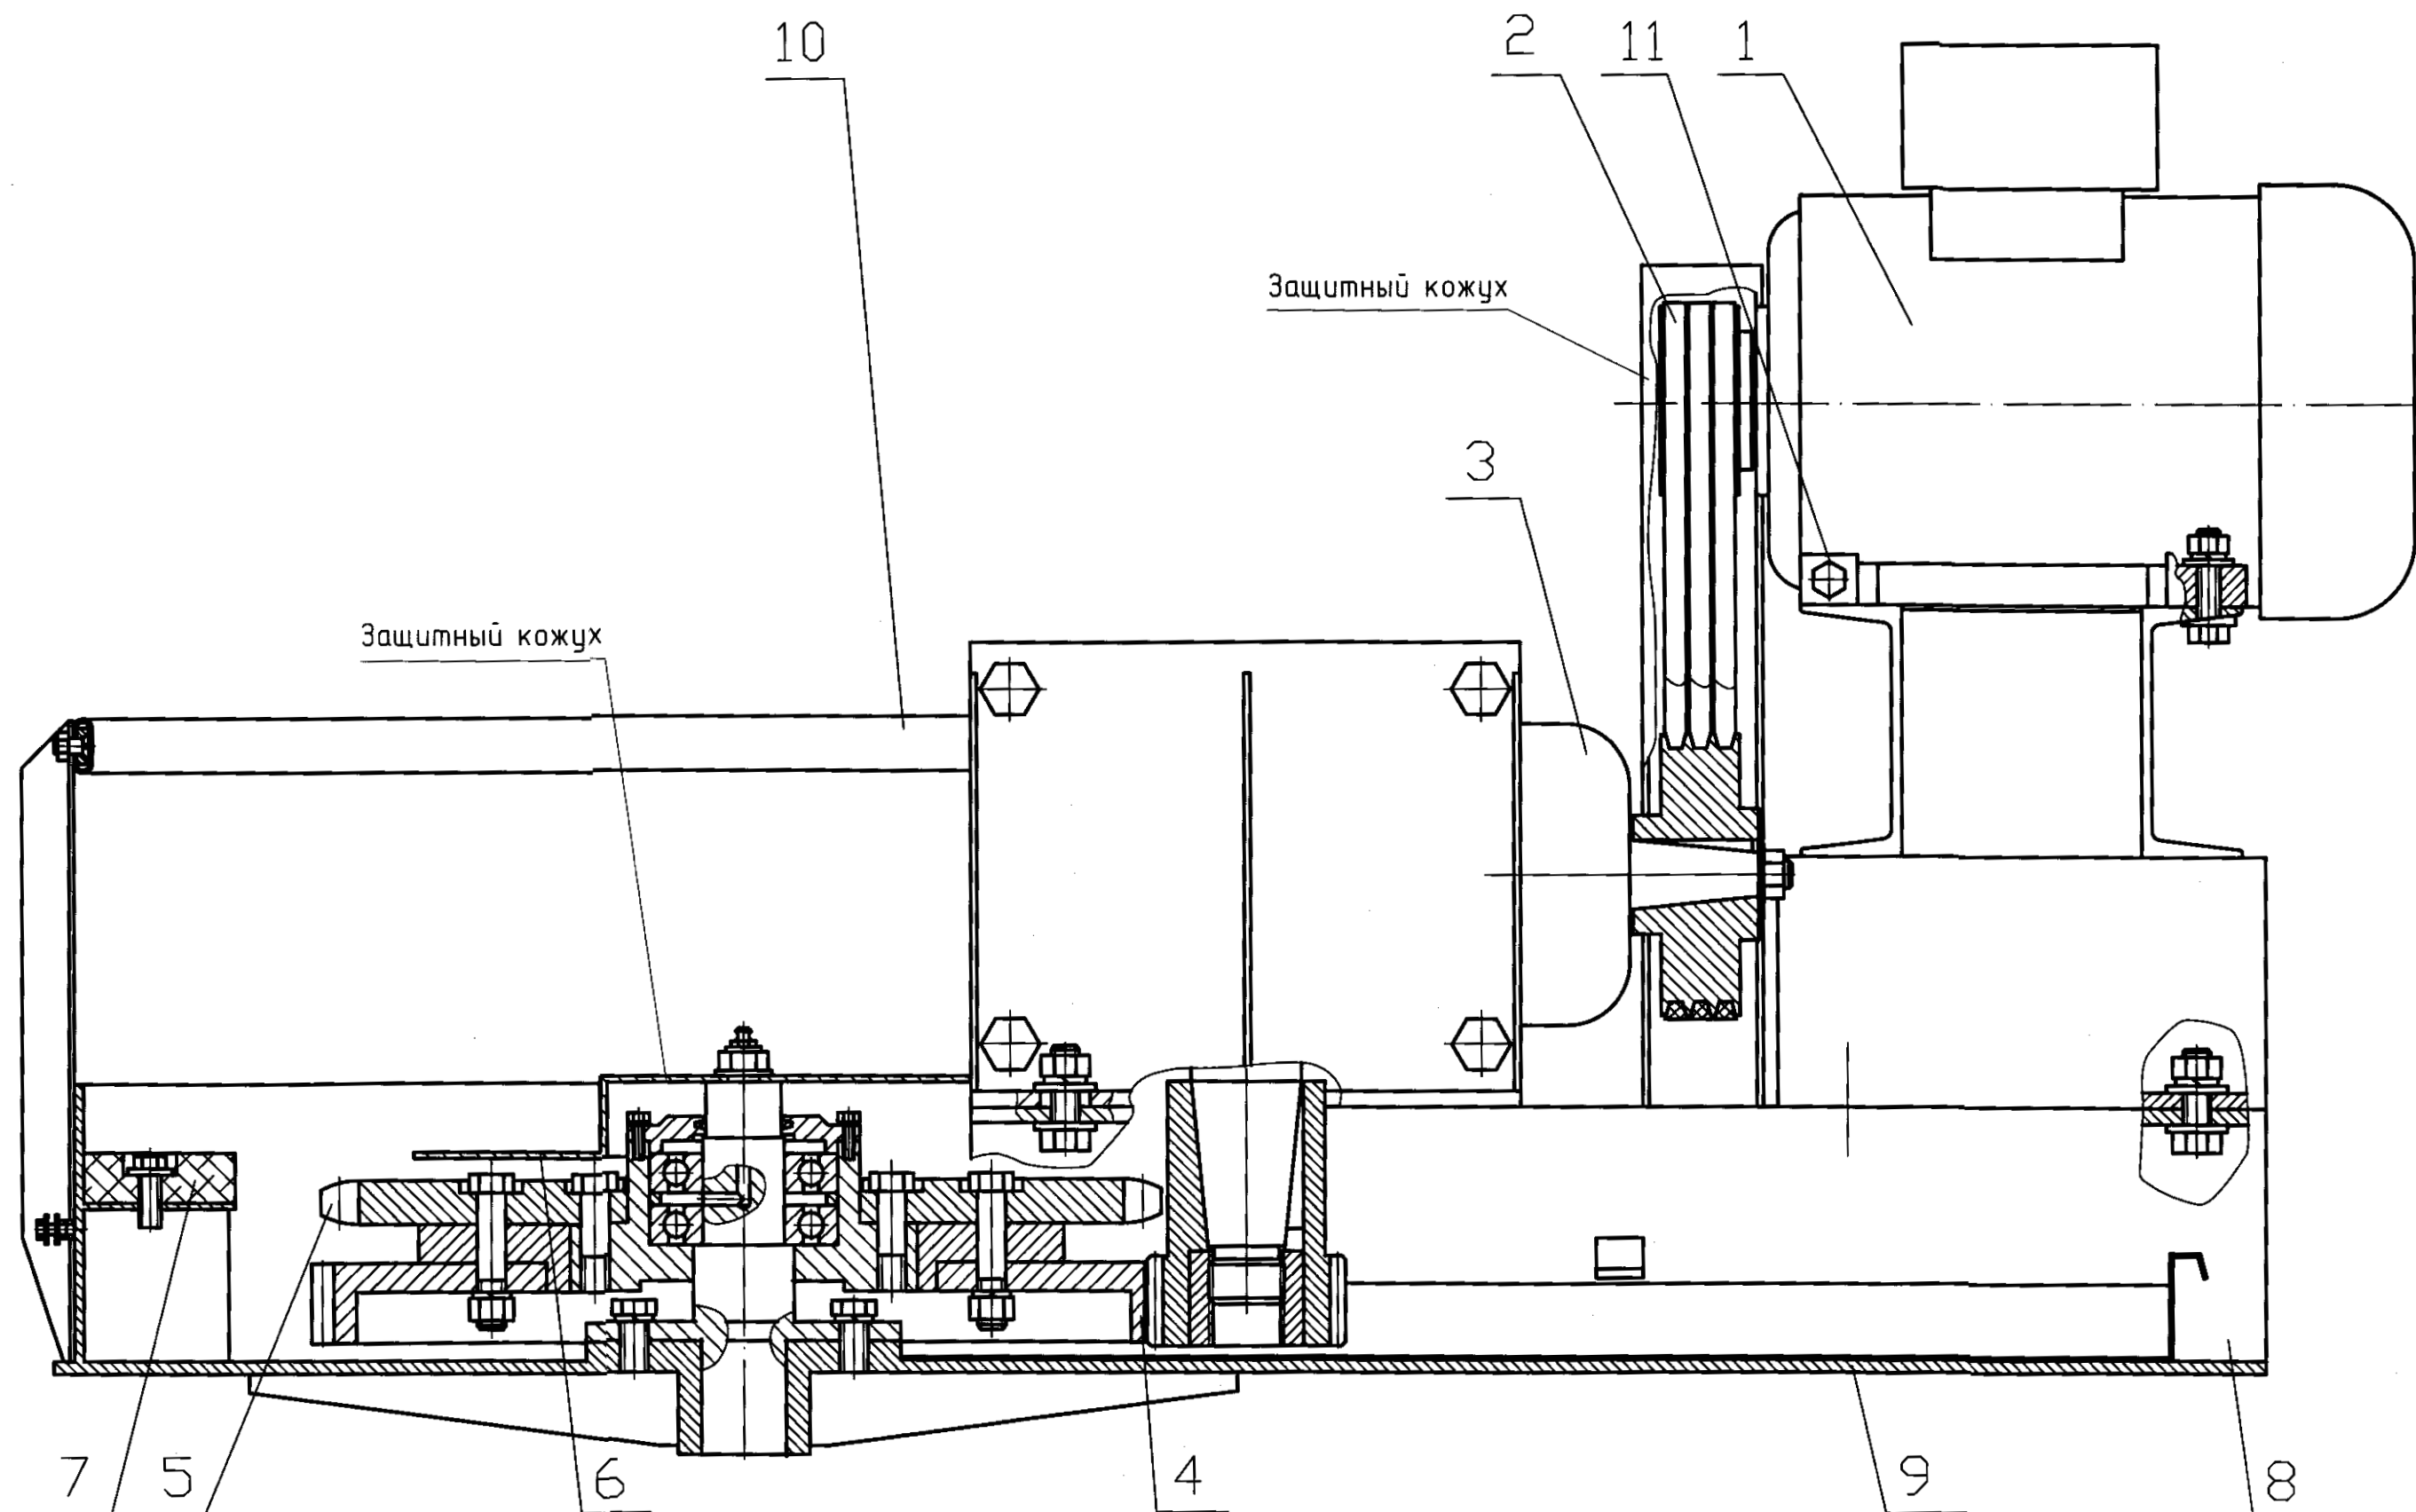

Рисунок 2
4.2 Станция приводная (рисунок 2) служит тяговым элементом конвейера и состоит из электродвигателя 1, клиноременной передачи 2, одноступенчатого червячного редуктора 3, цилиндрической зубчатой передачи 4, на выходном валу которой закреплена звездочка 5 конвейера, кожуха 6, служащего одновременно с накладками 7 направляющими для пластин, каркаса 8 с плитой 9 для привода и ограждением 10 для баллона, а также лотка 11. Крутящий момент от электродвигателя через ременную передачу передается червячному редуктору и далее через зубчатую передачу – ведущей звездочке 5. Смазка подшипников ступицы зубчатого колеса осуществляется периодически шприцеванием через пресс-масленку, расположенную в оси, а самого зубчатого колеса и шестерни – периодически смазыванием поверхности зубьев.